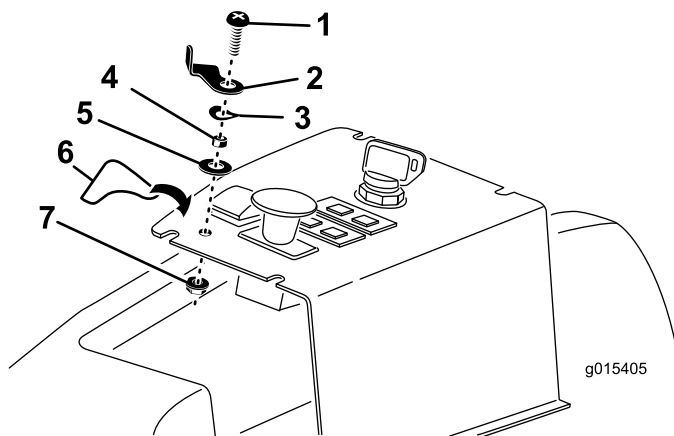

Figura 13
3. Inserite leva di bloccaggio sollevamento, distanziale, rondella ondulata e rondella piana sul posizionamento della vite a testa piatta da 1/4 x 1 poll. come mostrato in Figura 13.